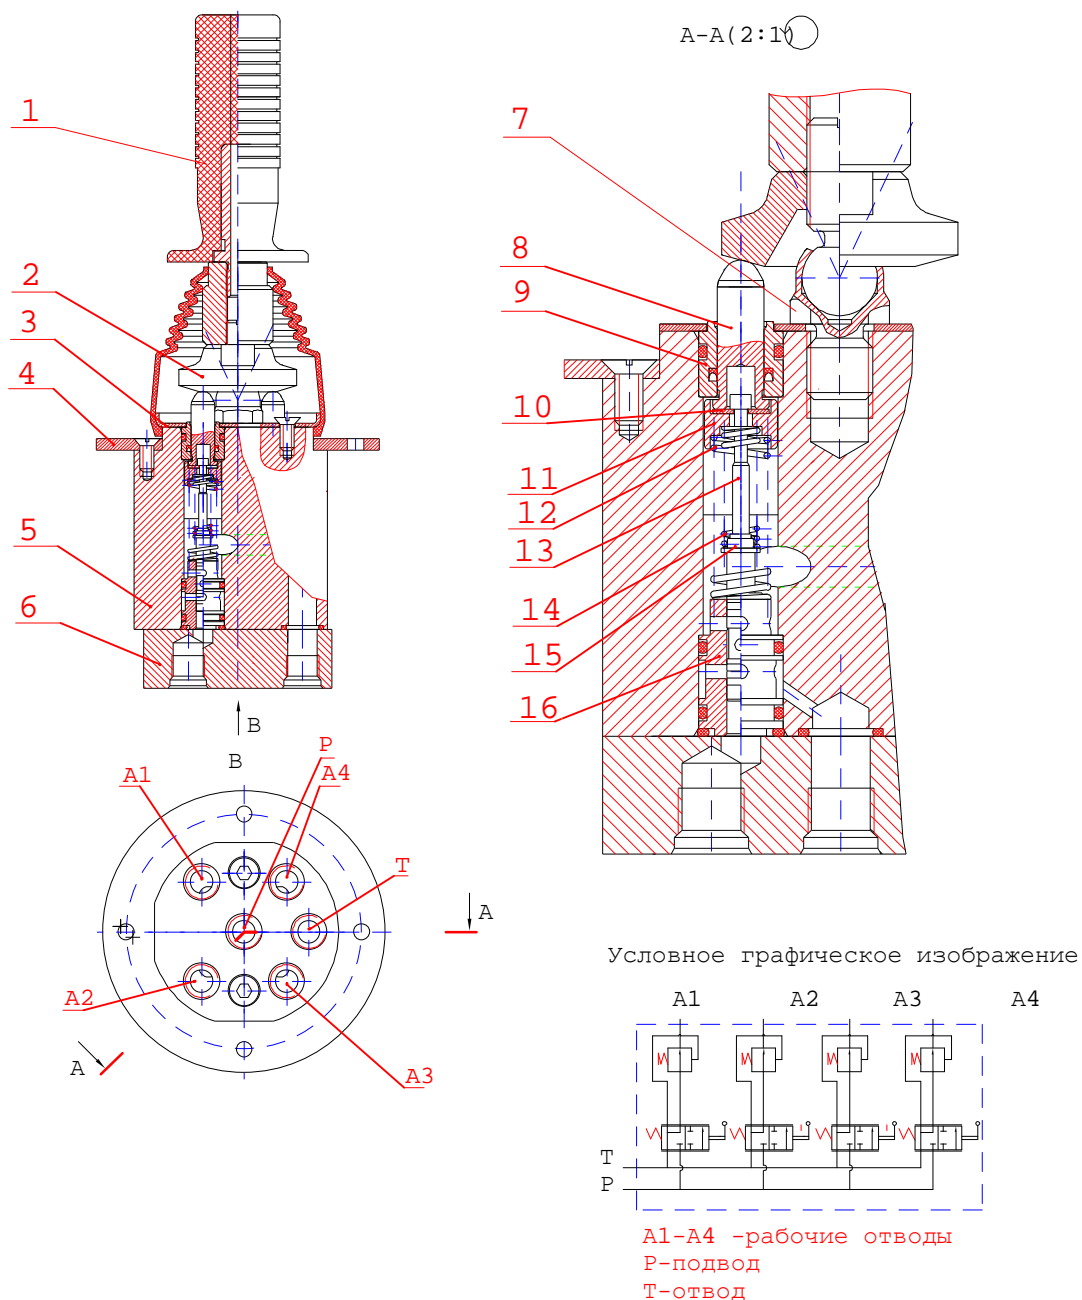

Рис. 36 Блок управления с одним рычагом
1) **блок управления I** (рис. 36) - четырехзолотниковый с рычагом управления на шаровом шарнире, с возможностью одновременного включения одного или двух смежных золотников с возвратом в нейтральное положение рычага при снятии с него управляющего усилия;